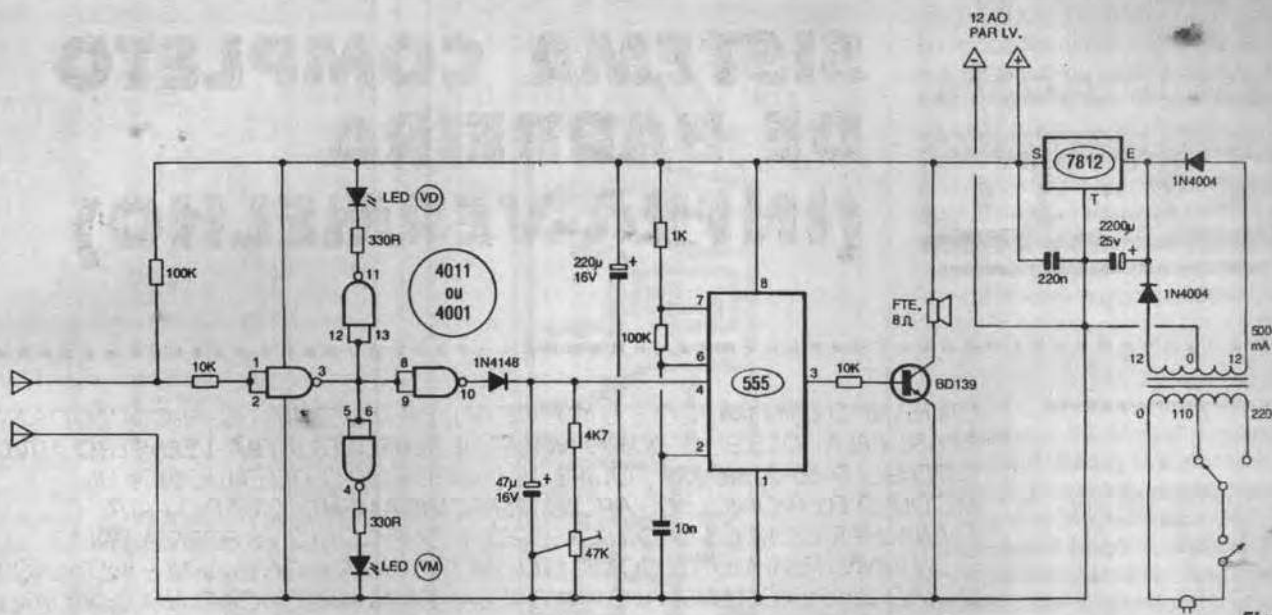

Fig. 1
- **FIG. 1 - DIAGRAMA ESQUEMÁTICO DO CIRCUITO** - Inicialmente, falemos um pouco do par ativo infra-vermelho D-50-2 (mais adiante, na **FIG. 4**, daremos detalhes *visuais* do par...): o módulo **emissor** é totalmente independente, requere-